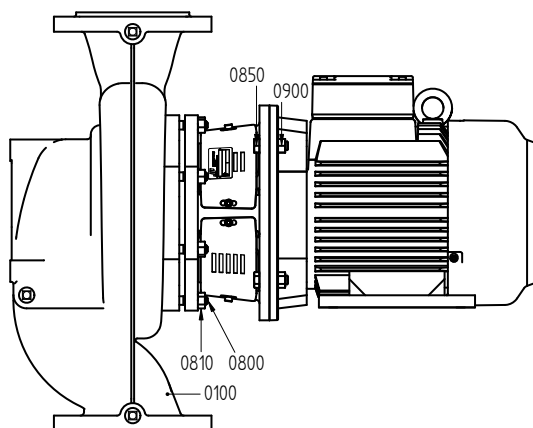

Figure 6: Démontage de l'unité Back Pull Out.
- 1 Desserrez les écrous de fixation (0810) de la pièce-lanterne, voir la figure 6.